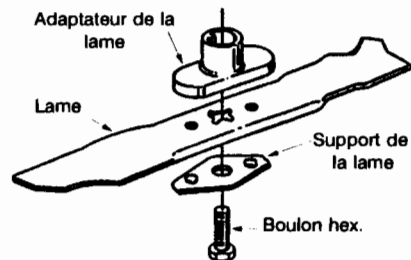

Figure 17
- Avant de remonter la lame et son adaptateur sur la tondeuse, lubrifiez le vilebrequin et la surface intérieure de l'adaptateur avec une huile légère. Placez l'adaptateur de la lame sur le vilebrequin, «l'étoile» à l'opposé du moteur. Voir la Figure 17. Placez la lame, le côté sur lequel la mention «Bottom» (ou le numéro de pièce) apparaît, à l'opposé de l'adaptateur. Aiguez le support de la lame sur celle-ci en enfonçant les pattes dans les trous de la lame, puis insérez le boulon hex. Serrez le boulon hex. au couple recommandé ci-dessous.